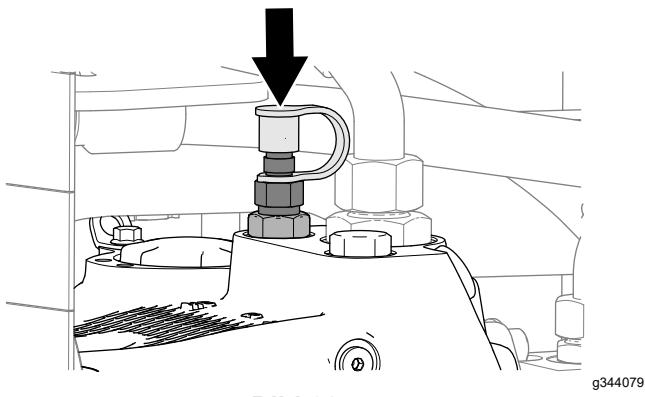

Bild 38
2. Bringen Sie die Staubkappe auf den Schnelltrennanschluss auf (Bild 38).